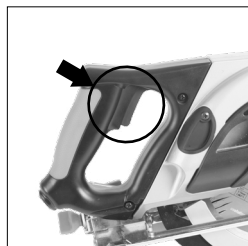

Fig. 8
- Premere l'interruttore principale per avviare il motore. (Fig. 8)